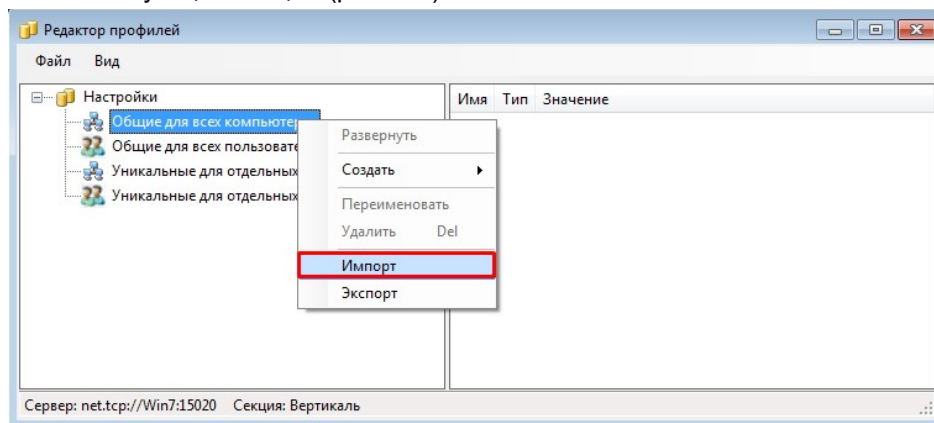

Рис. 4.7
4. С помощью Редактора профилей выполните импорт ранее сохраненных настроек в соответствующие секции (рис. 4.7).